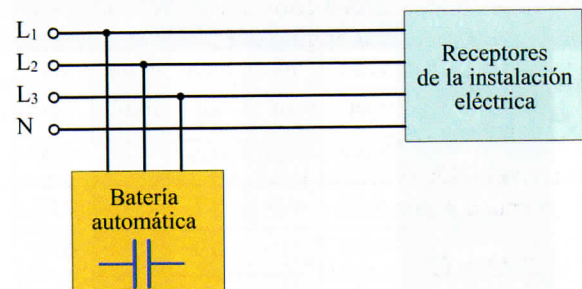

Figura 13.33. Compensación central de potencia reactiva mediante batería automática de condensadores.
- Compensación central:** Se conecta una gran batería de condensadores en paralelo con la línea general para compensar la potencia reactiva de todo el conjunto de la instalación eléctrica (Figura 13.33). Como la potencia reactiva a compensar de la instalación depende de las cargas que estén conectadas en cada momento, se hace necesaria la utilización de baterías automáticas de condensadores que sean capaces de conectar y desco-